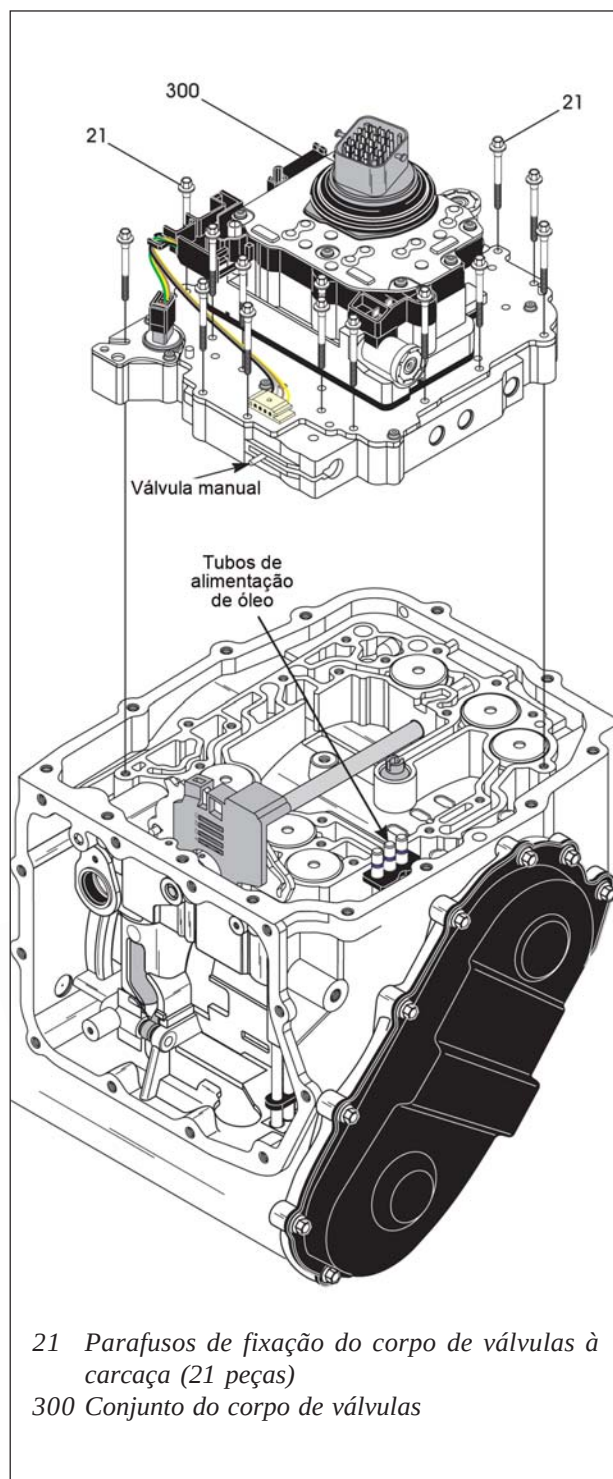

Figura 50
20. Remova os 21 parafusos de retenção do corpo de válvulas à carcaça conforme mostra a figura 50, utilizando uma chave soquete de 7 mm.
21. Remova cuidadosamente o conjunto do corpo de válvulas e certifique-se que ele está liberado dos tubos de alimentação de fluido e válvula manual do encaixe da alavanca de retenção, conforme indicado pela mesma figura 50.